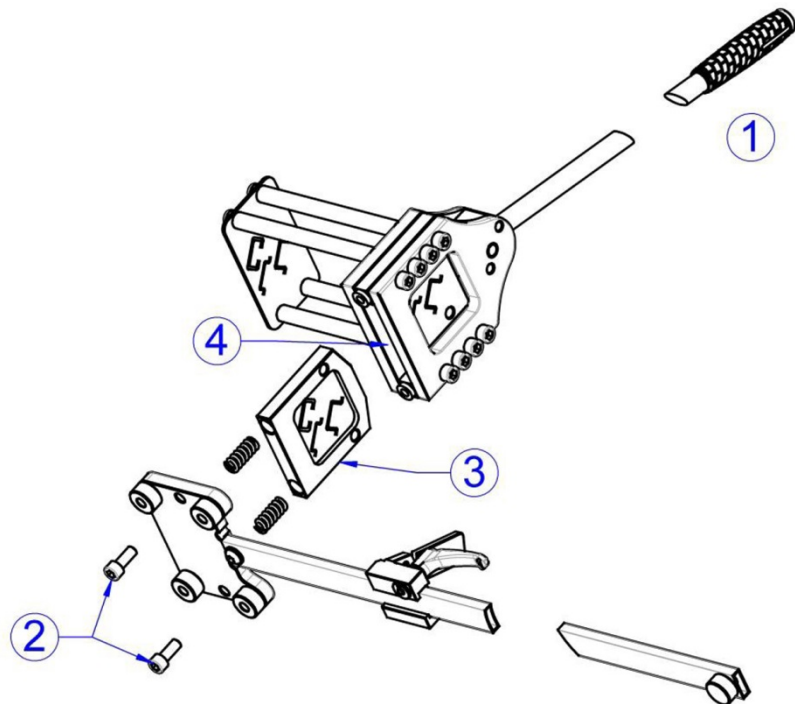

Fig. 9: Vedlikehold av skjæreplaten
- Før betjeningsspaken (fig. 9, pos. 1) helt tilbake.
- Løsne de to M10-skruene (fig. 9, pos. 2) på undersiden av apparatet.
- Fjern skjæreplaten fra enheten nedover (fig. 9, pos. 3).
- Rengjør innsiden (fig. 9, pos. 4) på kutteapparatet og blås tørt med trykkluft.